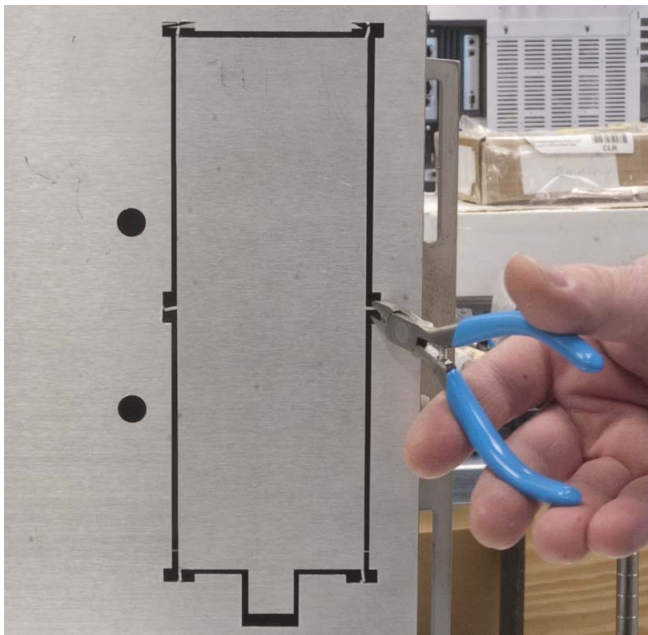

図 37 ニッパーを使用してアクセサリプレートを取り外す
- 13 サンプルトレイの底面で、ニッパーを使用してアクセサリプレートを取り外します (図 37)。